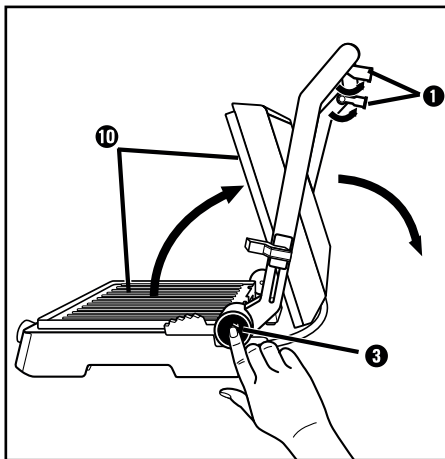

Fig. 1
- 1) Klap de to støttefødder **1** ud (fig. 1).
- 2) Tryk på oplåsningsknappen **3** 180° (fig. 1) og åbn produktets låg helt, så begge varmeplader **10** kan bruges som bordgrill.